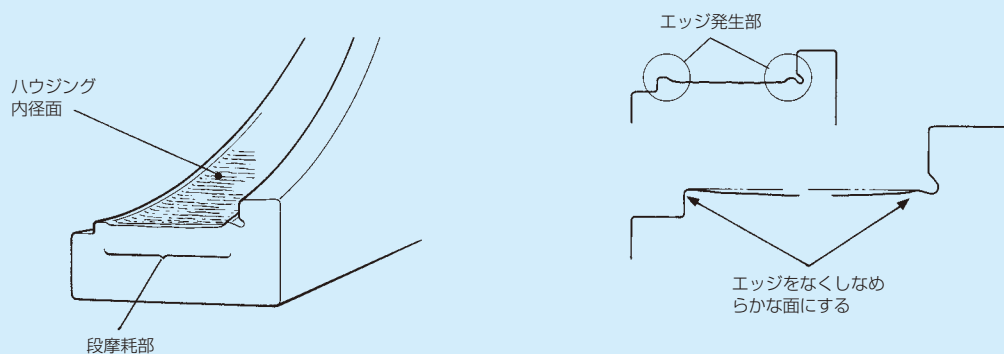

図8.5 ハウジング内径面の段摩耗の修正
- 段摩耗を生じている場合（**図8.5**）ハウジング内径寸法を測定し、修正の可否を判断します。
- 段摩耗を生じている場合（**図8.5**）はハウジング内径寸法を測定し、修正の可否を判断します。